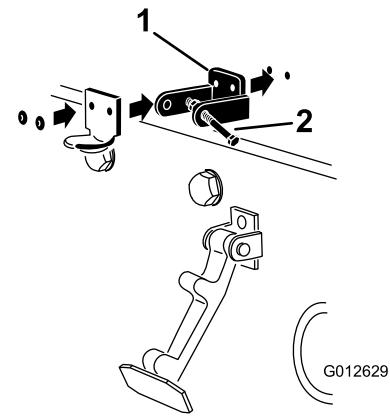

Figura 9
4. Alinee los taladros de montaje y posicione el cierre de seguridad para CE y el enganche del cierre sobre el capó (Figura 9).
6. Remache el seguro de cierre, el cerradero y las arandelas al capó (Figura 9).